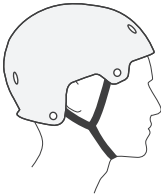
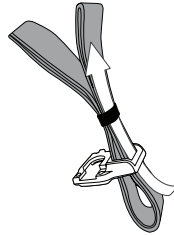

Abb. 8. Ordnungsgemäße Positionierung des Kinnriemens
Abb. 9. Verlauf des Kinnriemens durch Schnalle und O-Ring
Der Helm ist dafür konzipiert, dass er durch einen Riemen unter dem Kinn gehalten wird. Die beiden Riemen, die vom rechten Riemeneinsteller herunterhängen und unter dem Kinn entlanggeführt werden, heißen zusammen der Kinnriemen (Abb. 8). Stellen Sie sicher, dass der Kinnriemen ordnungsgemäß durch die rechte Schnalle geführt ist (Abb. 9).
Der Kinnriemen sollte wie in Abbildung 8 gezeigt verlaufen und eng unter Ihrem Kinn anliegen. Wenn dies nicht der Fall ist, stellen Sie ihn nach.
4. Um den Kinnriemen am Flattern zu hindern, stecken Sie ihn durch den Gummi-O-Ring (Abb. 9).